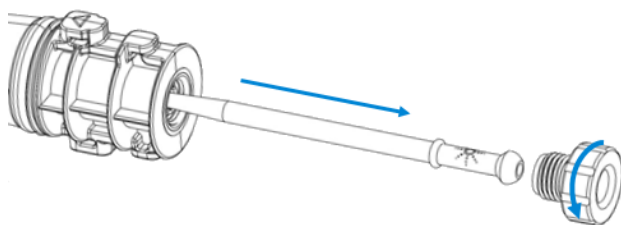

图 7 拧开锁紧螺母并取下中心管
2. 如图 7 所示，拧开炬管体上的锁紧螺母，并轻轻拉动球形接头卸下中心管。